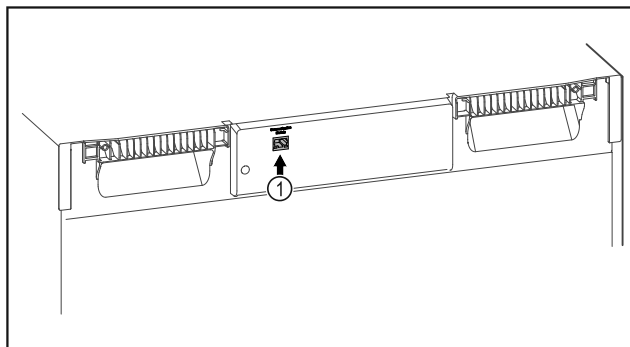

Fig. 86
- SmartModule Fig. 86 (1) on otettu käyttöön.